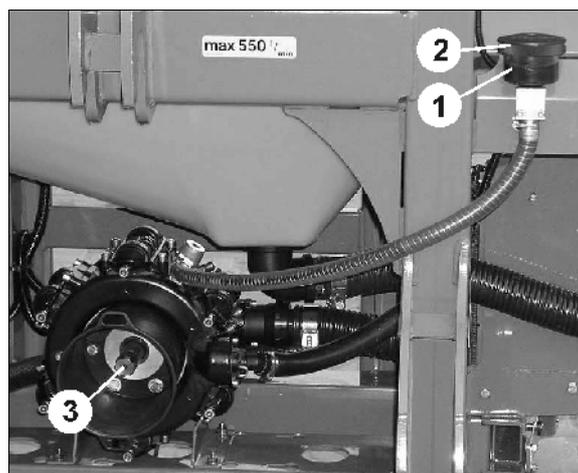

Fig. 116
1. Con bomba detenida y en posición horizontal debe ser visible el nivel de aceite en la marcación de la toma de carga de aceite (Fig. 116/1).
2. Quitar la tapa (Fig. 116/2) y agregar aceite si el nivel no es visible en la marcación (Fig. 116/1).
2. Quitar la tapa (Fig. 116/2).
- 3.2 Girar el eje de accionamiento (Fig. 116/3) con la mano hasta que el aceite usado haya sido evacuado completamente.
5. Girar el eje de accionamiento (Fig. 116/3) alternativamente hacia la derecha y hacia la izquierda y llenar lentamente con aceite nuevo. La cantidad correcta de aceite ha sido alcanzada cuando el aceite sea visible en la mirilla de control (Fig. 116/1).